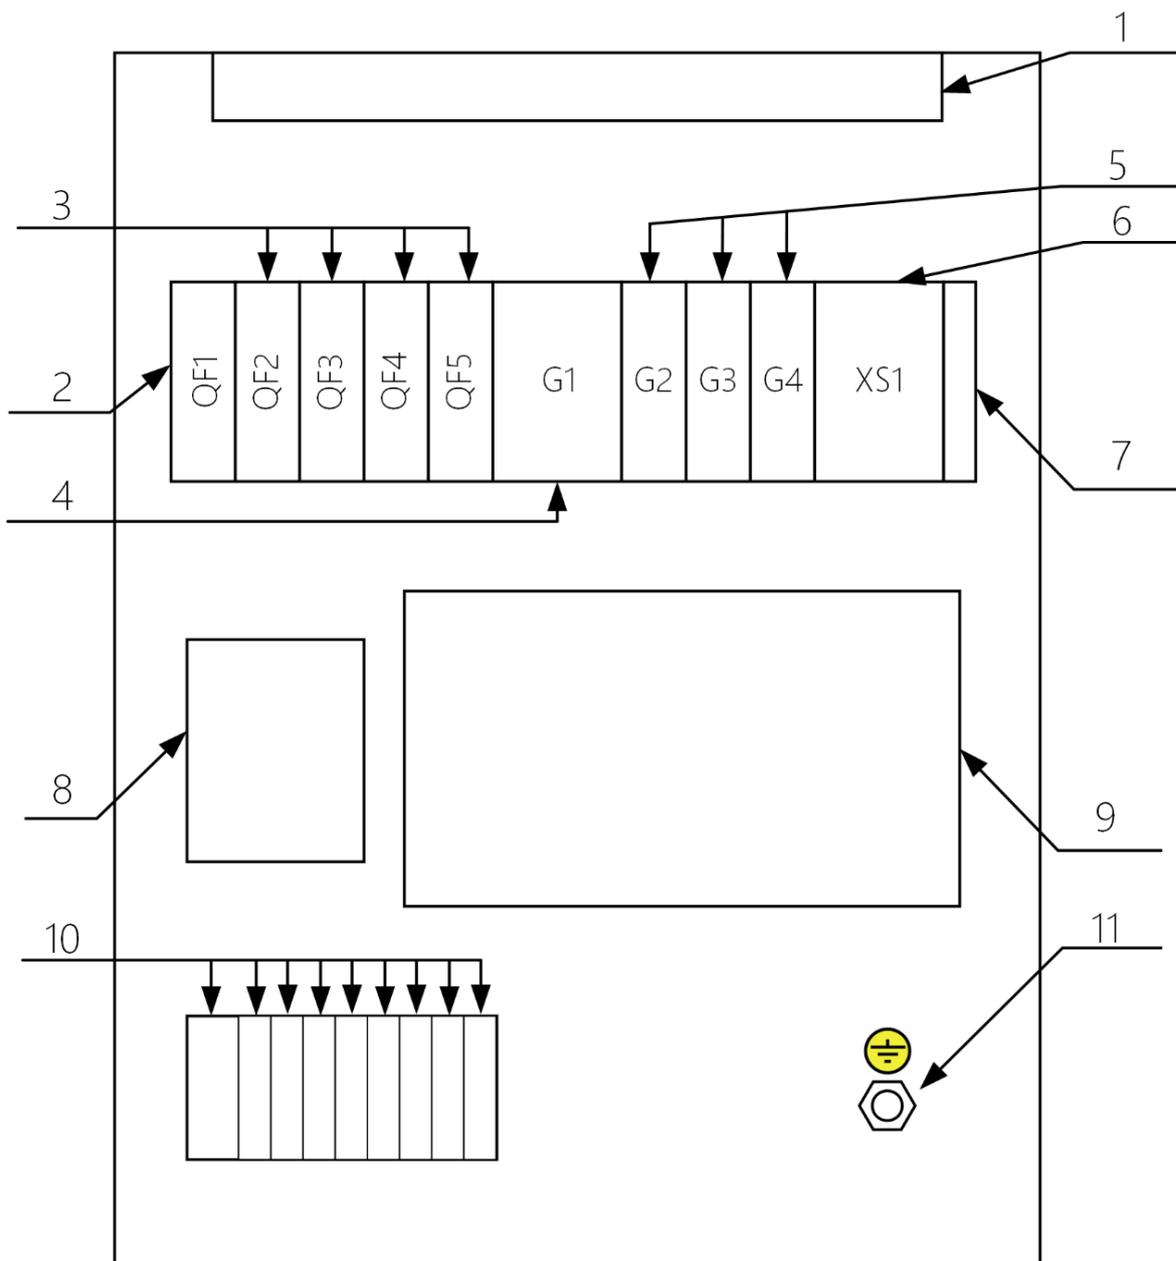

Рисунок 1 – Схема расположения составных элементов ЩУ-ТП
- К болту заземления (поз.11 на рис.1), подключить контур заземления узла учёта.